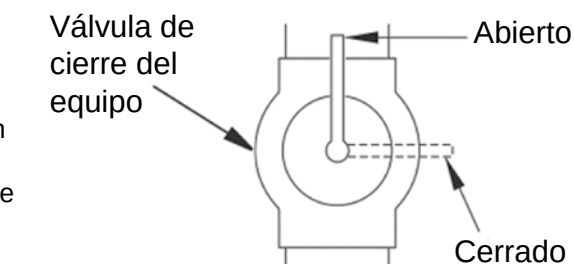

Figure 17 -
1. Cierre la válvula de cierre del equipo (Ver Fig. 17).
1. Abra la válvula de cierre del equipo (Ver Fig. 17).